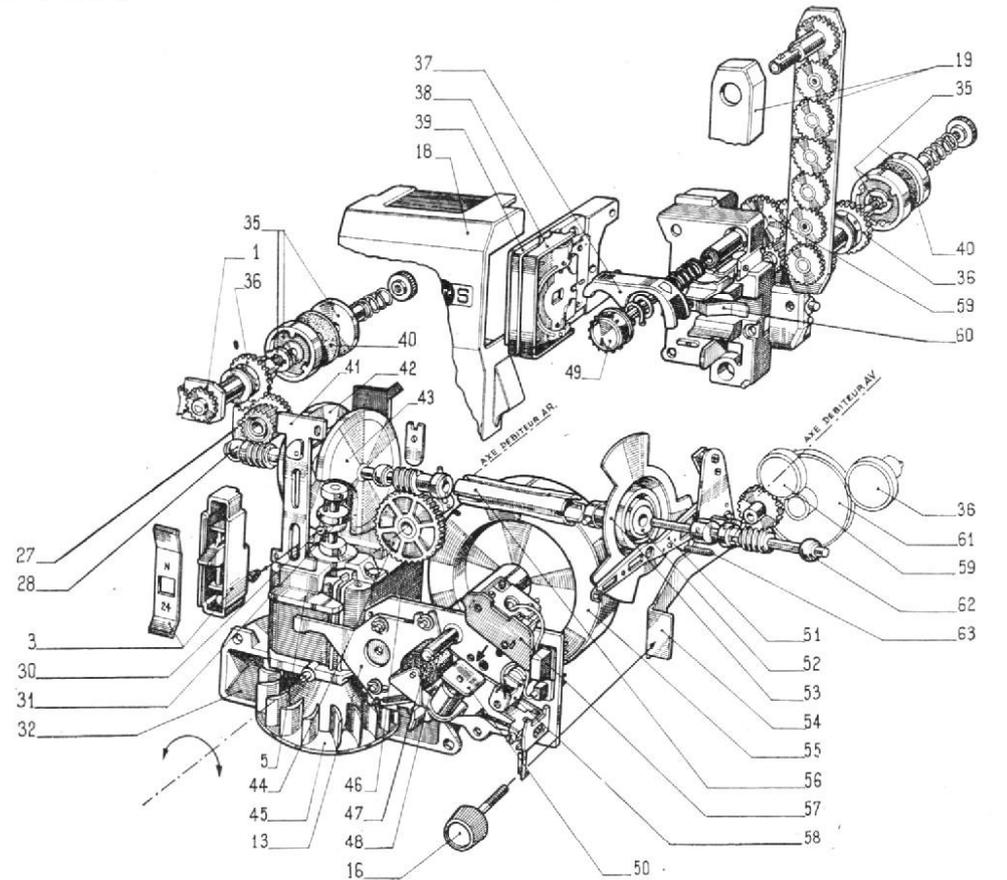

FIG. 1
### LE PROJECTEUR (fig. 1)
Fabriqué par la firme autrichienne bien connue EUMIG, la mécanique est entièrement nouvelle et présente quelques particularités notables. Une étude complète ayant été faite par notre confrère: CAMERA HUIT (1). Nous conseillons à nos lecteurs intéressés de s'adresser à ce journal pour plus de détails. Nous signalerons à nos lecteurs un train de pignons 19 (fig. 1) en matière plastique destinés à remplacer une courroie, l'entraînement du mécanisme par un galet 31 se déplaçant le long du plateau 43 en marche avant et 42 en marche arrière. Le lecteur de son correspond rigoureusement à celui d'un magnétophone classique, le cabestan 48 est lié à un volant 55, le pres-
(1) CAMERA HUIT, passage Vivienne, Paris.